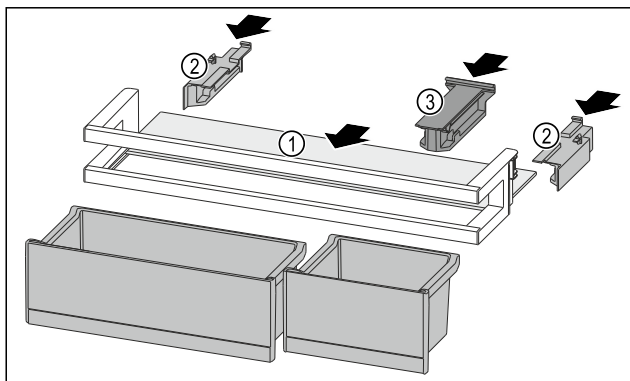

Fig. 120
- Вкарайте рафта Fig. 120 (1) в страничните прорези.
- Поставете страничните части Fig. 120 (2).
- Поставете задържащата част Fig. 120 (3).